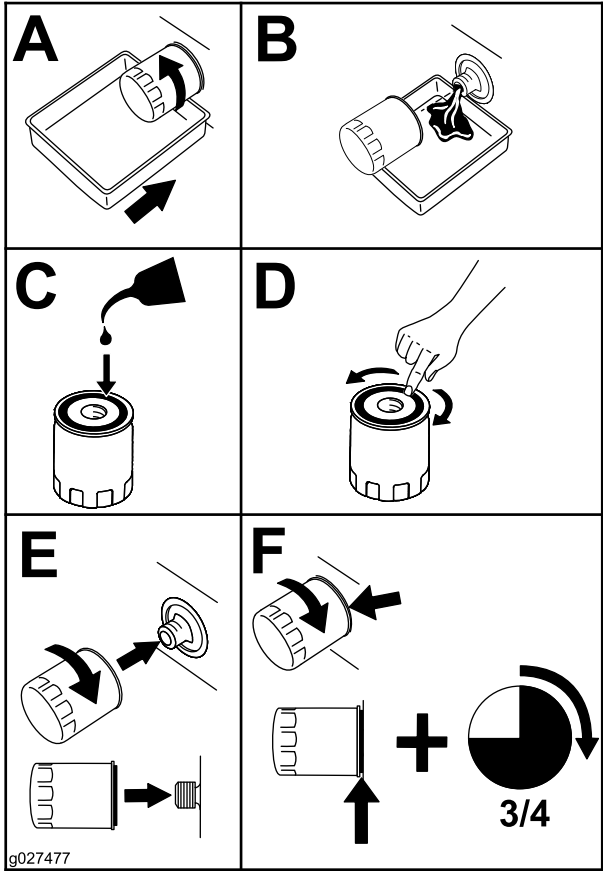

Figura 48
4. Cambie el filtro del aceite del motor, tal y como se muestra en la Figura 48.